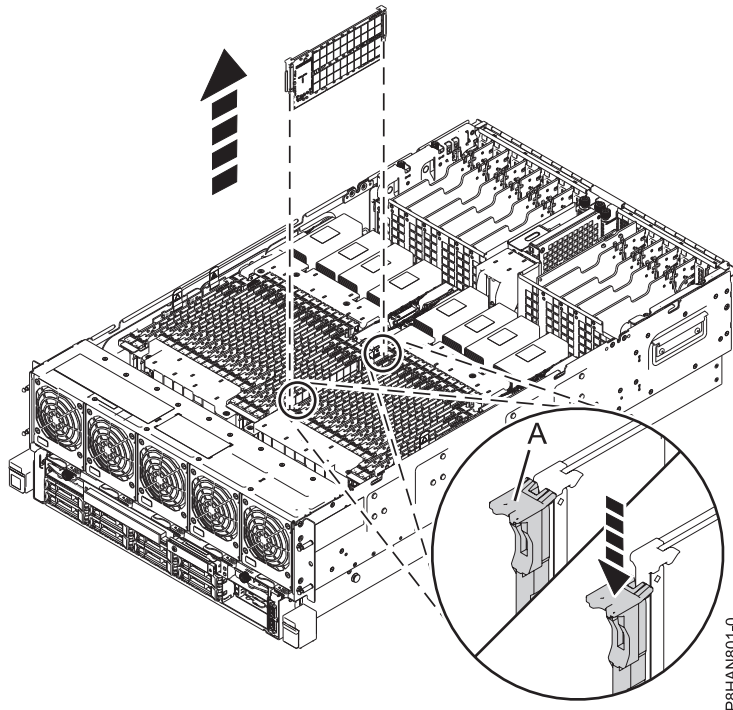

Abbildung 10. Speicherkarte aus dem System ausbauen
- a. Drücken Sie die Verriegelungszungen (A) in die in Abb. 10 auf Seite 16 gezeigte Richtung, um den Speicher vom Anschluss im Steckplatz zu entriegeln. Durch die Hebelwirkung der Zungen wird der Speicher aus dem Anschluss gelöst.